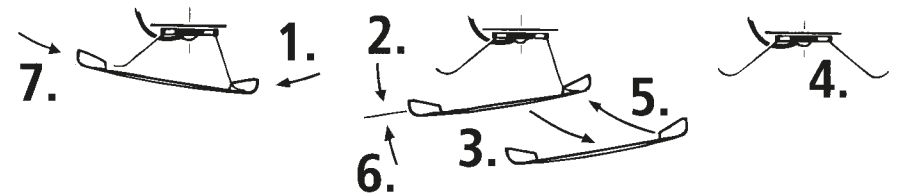

Fig. 6
**Exploitation en télécommande multi-trains:** Veuillez démonter d'abord la caisse de votre locomotive (fig. 4). Enlevez ensuite la fiche de shuntage de l'interface (à conserver!) et enfichez finalement la fiche du module de télécommande aux prises de l'interface. Veillez à la position correcte de la fiche (voir fig. 6).